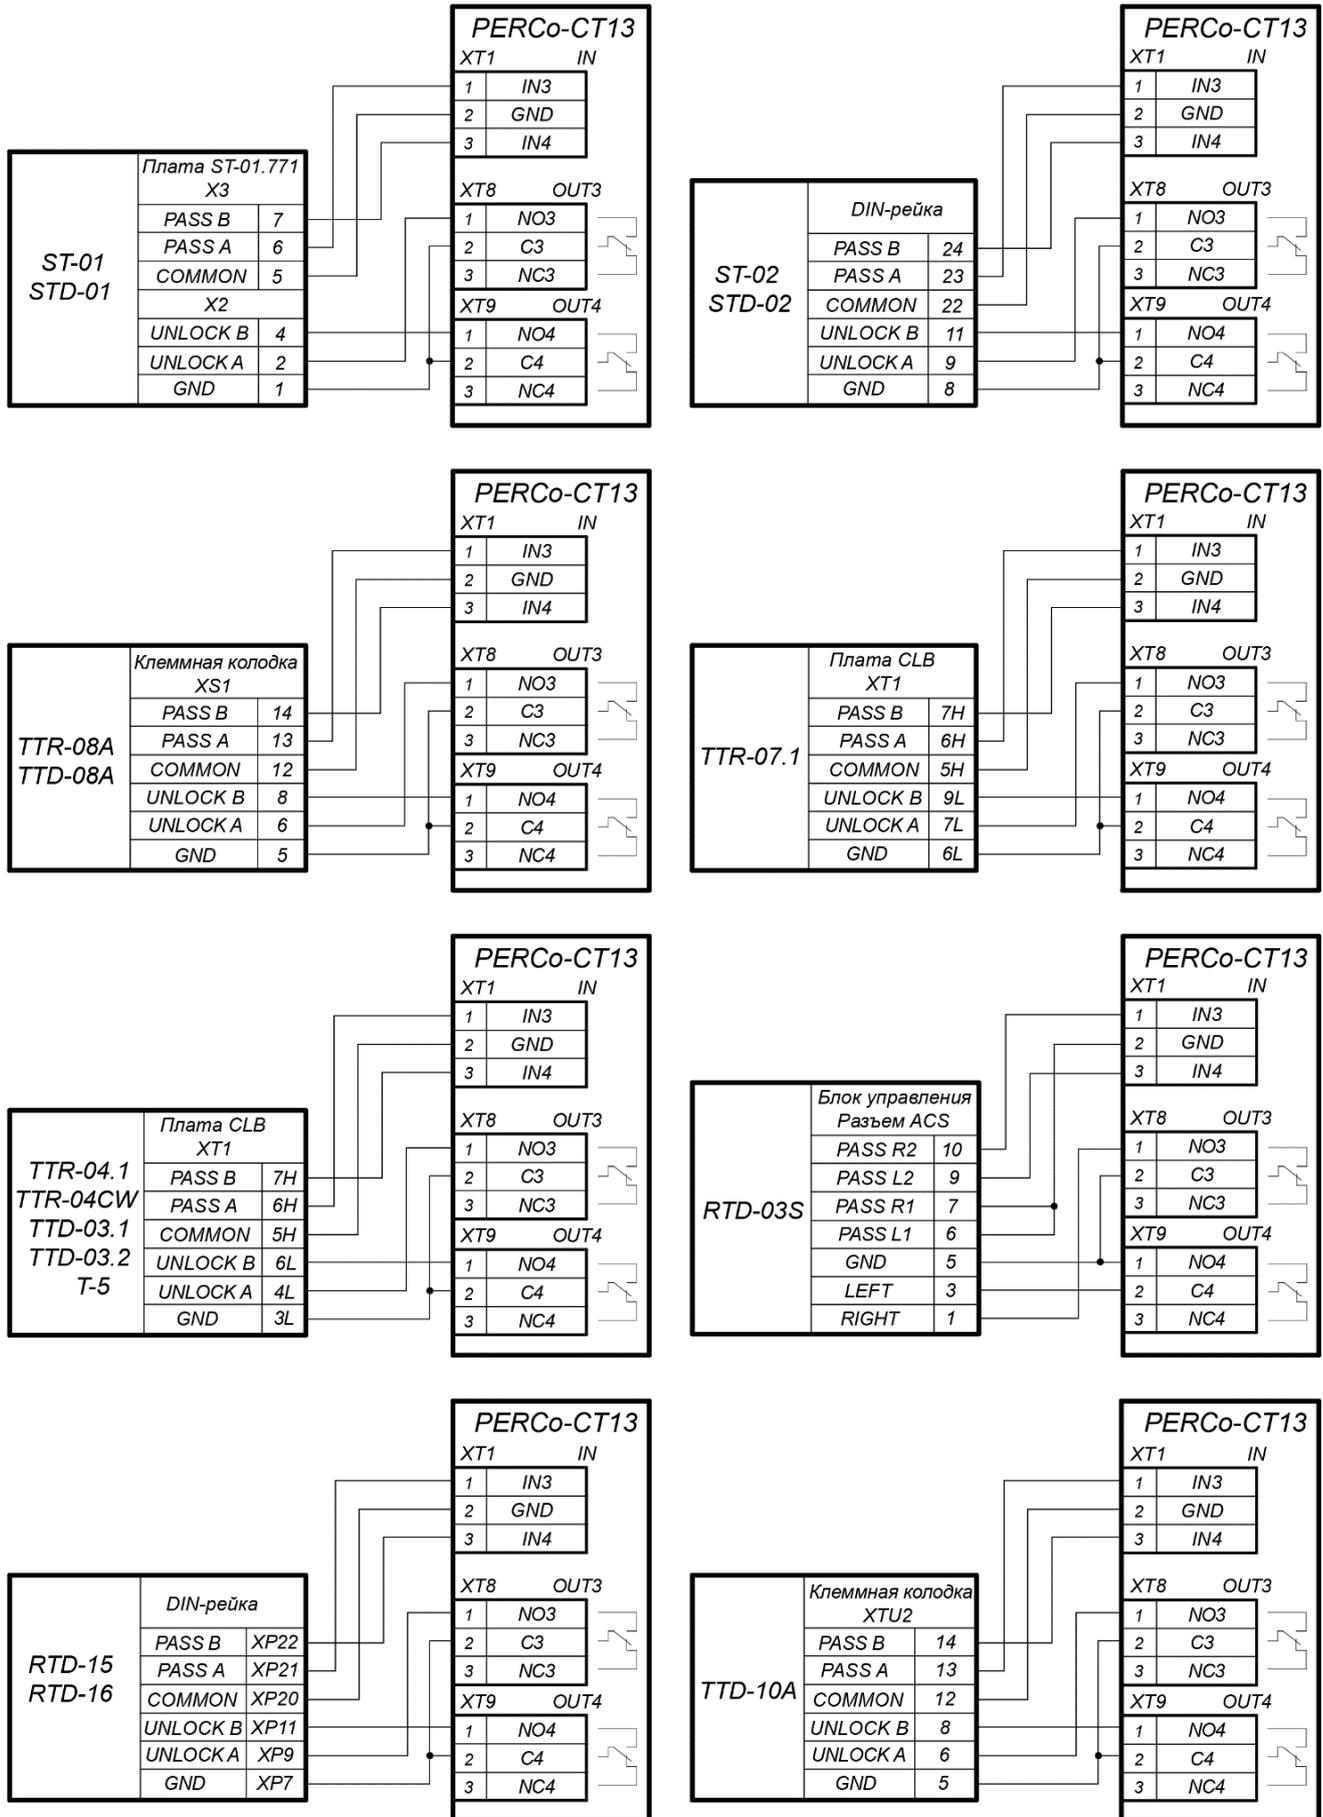

Рисунок 19. Схемы подключений турникетов в варианте конфигурации «Управление турникетом»
2. Дополнительный турникет или калитка (ИУ №2) подключается к клеммным колодкам **XT1, XT8, XT9** нижней платы контроллера в соответствии со схемой для данного типа изделия (см. рис. 19, 18).